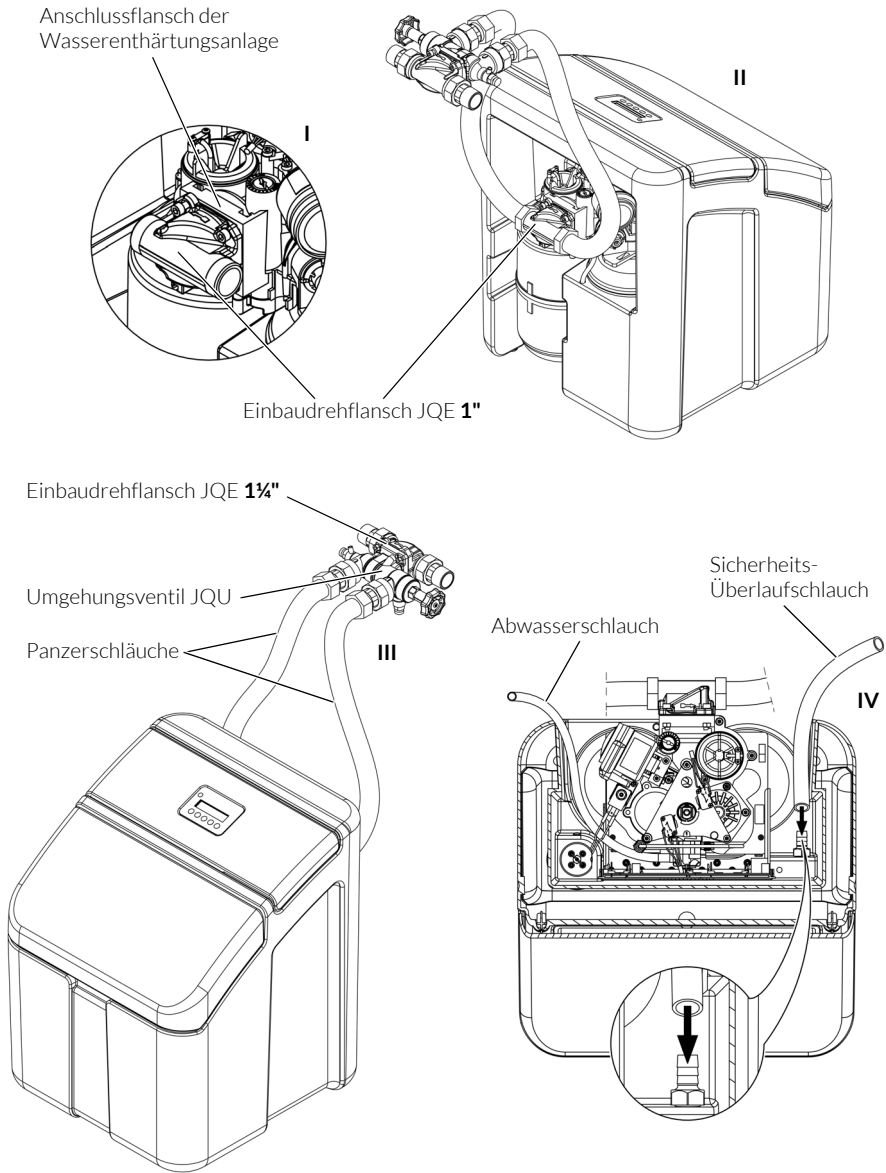

Abb. 5: Montage der Wasserenthärtungsanlage
- / Den Einbaudrehflansch JQE 1" mit dem Anschlussflansch der Wasserenthärtungsanlage durch Einrasten des Bajonetts verbinden (siehe Abb. 5 I). Dabei den Fließrichtungspfeil am Einbaudrehflansch beachten!
- / Die Panzerschläuche an den Einbaudrehflansch JQE 1" anschließen (siehe Abb. 5 II).
- / Die freien Enden der Panzerschläuche mit dem Umgehungsventil JQU verbinden (siehe Abb. 5 III). Auch hier auf die Fließrichtung achten!
- / Den transparenten Sicherheits-Überlaufschlauch über den Stutzen schieben (siehe Abb. 5 IV).